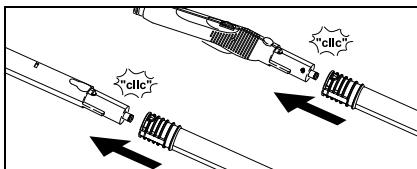

Fig. 7
- Se necessario utilizzare i tubi rigidi di prolunga (G1). Montare uno o entrambi i tubi prolunga sulla pistola vapore (C1) (Fig. 7). Applicare l'accessorio necessario (D1, E1,F1,H1) sull'estremità del tubo prolunga.